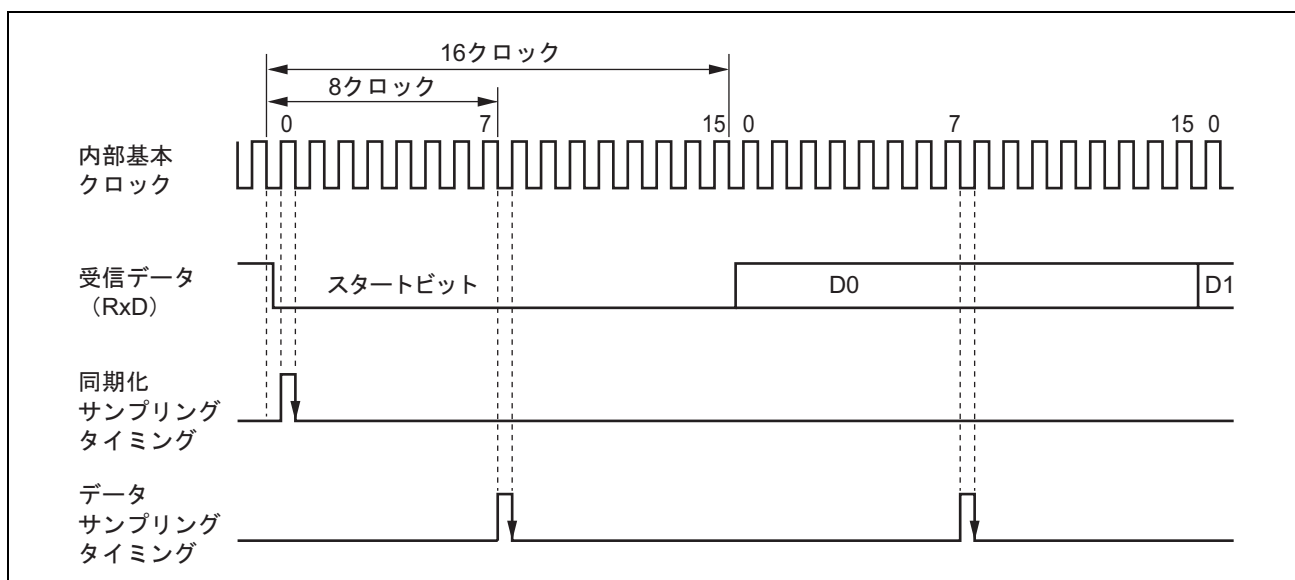

図 18.6 調歩同期式モードの受信データサンプリングタイミング
調歩同期式モードでは、SCI はビットレートの 16 倍*の周波数の基本クロックで動作します。受信時はスタートビットの立ち下がり基本クロックでサンプリングして内部を同期化します。また、図 18.6 に示すように受信データを基本クロックの 8 目*の立ち上がりエッジでサンプリングすることで、各ビットの中央でデータを取り込みます。したがって、調歩同期式モードでの受信マージンは式 (1) のように表わすことができます。